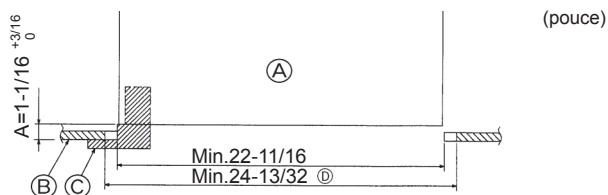

Fig. 7-2
①	Grille	1	650 × 650, 25-19/32 × 25-19/32
②	Vis avec rondelle captive	4	M5 × 0,8 × 25, M5 × 1/32 × 31/32
③	Jauge	1
④	Attache	2
⑤	Courroie	2
7.2. Préparation avant d'attacher la grille (Fig. 7-2)